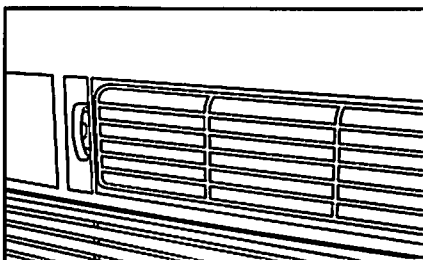

Fig. 1 (VENTILACIÓN CERRADA)
- Reciclar el aire de la estancia - ventilación cerrada (ver Fig. 1)